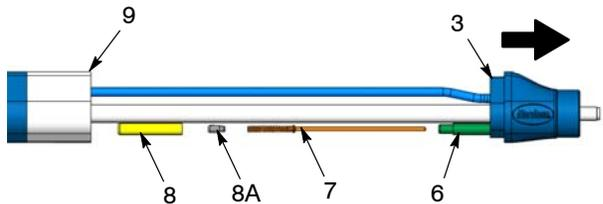

Figura 26 Extracción de la resistencia – Pistolas de montaje en barra
**Pistolas de montaje en barra:** Ver la figura 26. Extraer el adaptador (3) del tubo del cuerpo (9) lo suficientemente lejos para poder acceder al manguito (8) y la guía de la resistencia (6).